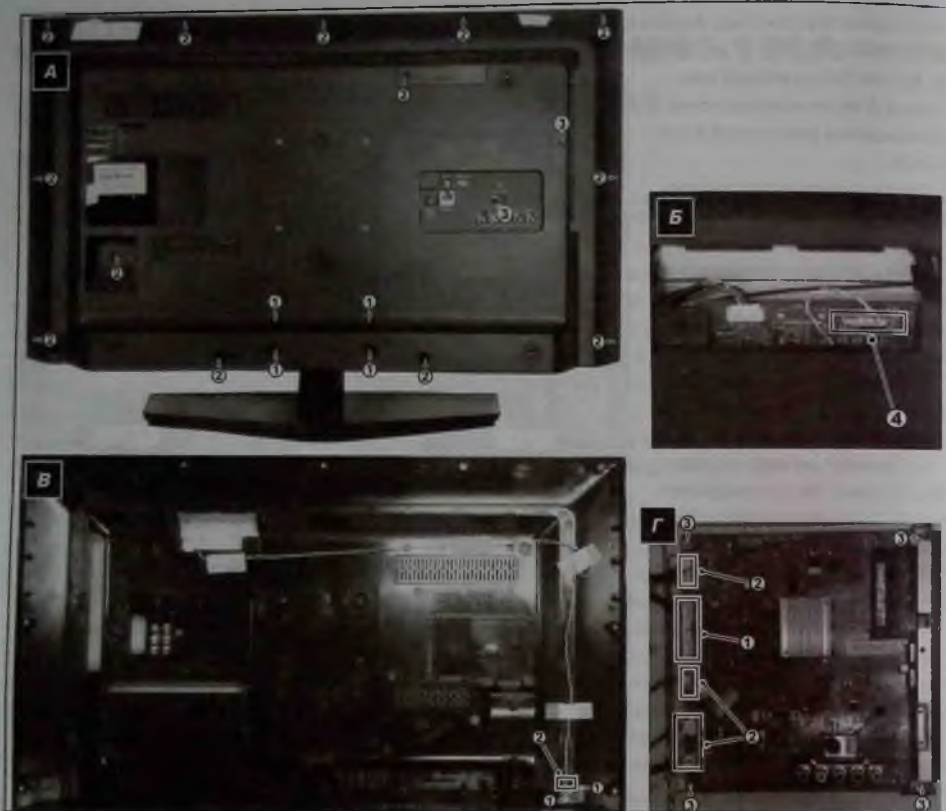

Рис. 2. Порядок разборки
1. Выкручивают винты 1-3 (рис. 2а) крепления задней крышки.
2. Снимают лючок в задней крышке (рис. 2а) и отсоединяют шлейф с разъемом 4 (рис. 2б), которым подключена плата KEYBOARD CONTROL к плате SSB.
3. Выкручивают винты 1, 2 (рис. 2в) крепления платы клавиатуры и снимают ее с задней крышки.
4. Отсоединяют от платы SSB разъемы 1-2 (рис. 2г), выкручивают винты 1, 2 (рис. 2в) крепления платы и снимают ее с металлического кожуха.